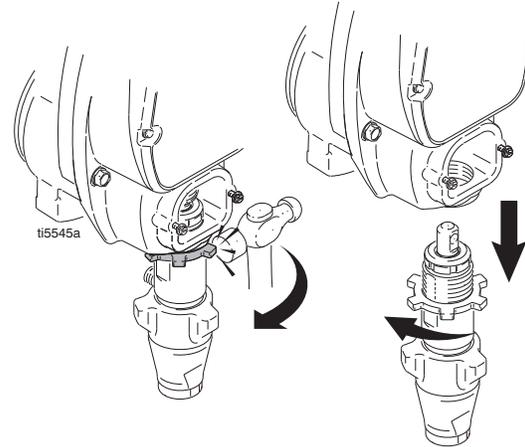

FIG. 16
6. FIG. 16. Desaperte a contraporca batendo firmemente com um martelo. Desaperte a bomba.